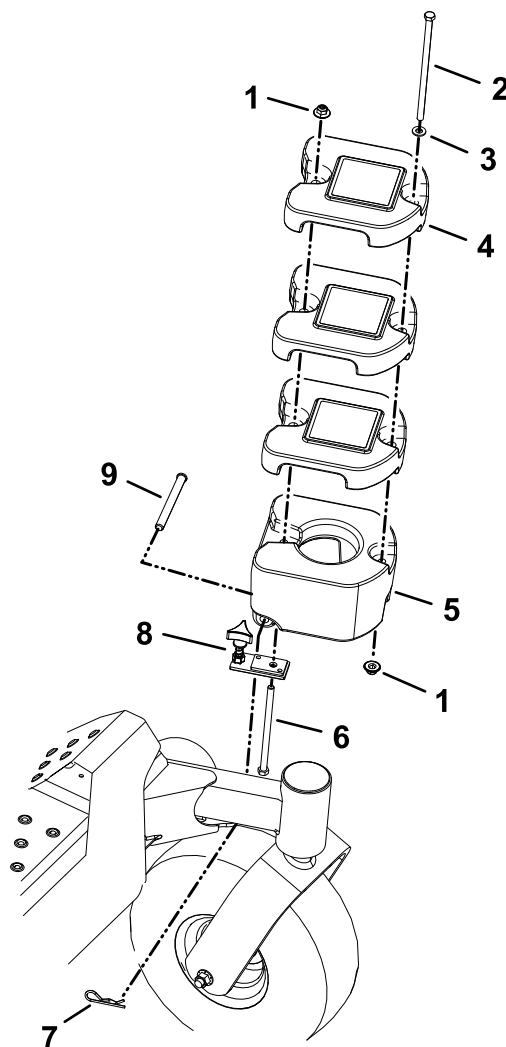

Figura 4
1. Introduzca el perno ($\frac{3}{8}$ " x $6\frac{1}{2}$ ") por el taladro del lado inferior del soporte y por la parte trasera del peso extraíble de 20.4 kg (45 libras) (Figura 4).
2. Sujete la parte inferior del soporte al brazo de la rueda giratoria con un pasador y una chaveta (Figura 4).
3. Apriete el pomo del conjunto de pesos hasta que quede firmemente apretado contra el brazo de la rueda giratoria (Figura 4).
4. Instale 3 pesos para ruedas giratorias (9.1 kg/20 libras) sobre el perno del conjunto de pesos y sujételos firmemente sobre el peso de 20.4 kg (45 libras) (Figura 4).
5. Sujete la parte trasera del conjunto de pesos con una contratuerca ($\frac{3}{8}$ "), como se muestra en la Figura 4.
6. Instale el perno ($\frac{3}{8}$ " x 8") y la arandela por la parte superior de los taladros delanteros del conjunto de pesos y sujételo usando una contratuerca ($\frac{3}{8}$ "), como se muestra en la Figura 4.